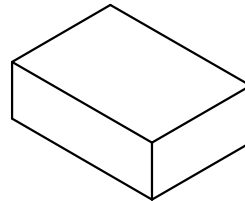

图3 内盒包装
- 2: 如图3, 每内盒装6小袋, 装盒后贴上物料标签, 数量为6X1000pcs。